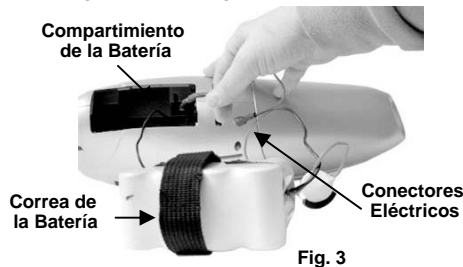

Fig. 3
4. Use la correa alrededor de la batería (A) para quitarla. Quite la batería (B) del costado del compartimiento.
5. Desconecte cuidadosamente los dos (2) terminales eléctricos de las baterías tirando hacia fuera. (Fig. 3)